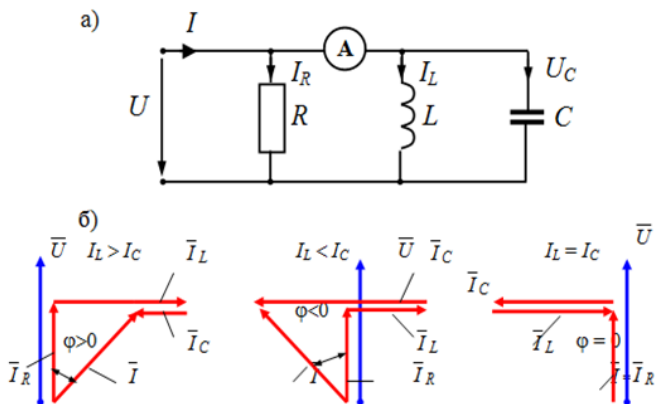

Рис. 14. Схема цепи с параллельным соединением RLC-элементов
**Схема цепи с параллельным соединением**  $R$   $L$   $C$  и выбранные направления токов и напряжений показаны на рис. 14,а.
При этом  $\bar{I}_R$  совпадает по фазе с вектором  $\bar{U}$  напряжения цепи; вектор  $\bar{I}_L$  отстает от вектора  $\bar{U}$  на  $90^\circ$ ; вектор  $\bar{I}_C$  опережает вектор  $\bar{U}$  на  $90^\circ$ . Откладывая векторы  $\bar{I}_R$ ,  $\bar{I}_L$  и  $\bar{I}_C$  относительно вектора  $\bar{U}$  под указанными выше углами и выстраивая векторы  $\bar{I}_R$ ,  $\bar{I}_L$  и  $\bar{I}_C$  друг за другом, находим их сумму  $\bar{I}$  и получаем векторную диаграмму цепи, которая показана на рис. 14, б. На этой диаграмме векторы  $\bar{I}_R$ ,  $\bar{I}_L$ ,  $\bar{I}_C$  и  $\bar{I}$  образуют прямоугольный треугольник токов со сторонами  $I_R$ ,  $(I_L - I_C)$  и  $I$ .